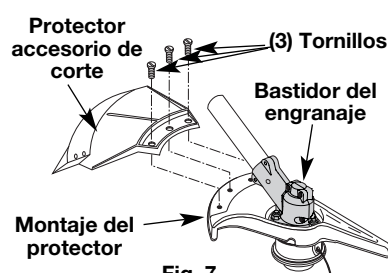

Fig. 7
Saque el protector accesorio de corte del montaje del protector retirando los tres (3) tornillos con un destornillador de vástago plano (Fig. 7). Guarde las piezas para usarlas en el futuro.
Instale el protector accesorio de corte en el montaje del protector insertando 3 tornillos en el montaje del protector. Ajuste bien con un destornillador de vástago plano (Fig. 7).